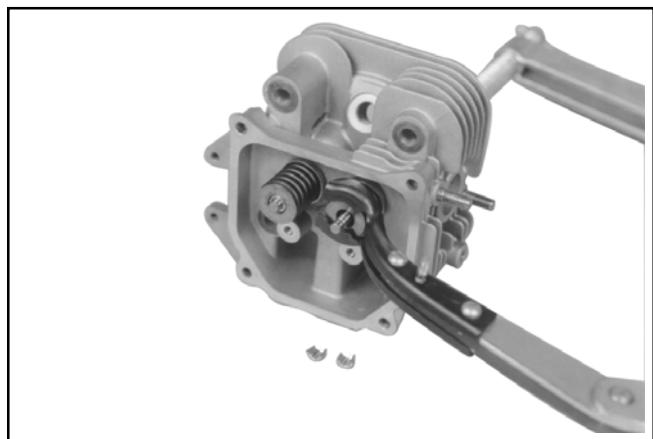

Figura 9-40. Rimozione delle valvole con il compressore per molle delle valvole.
2. Comprimere le molle delle valvole con un apposito compressore. Vedere Figura 9-40.